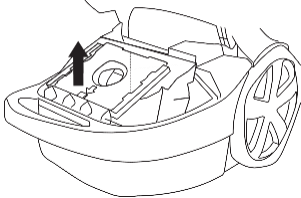
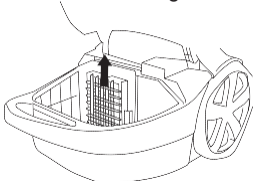

Figura 11 Sustitución de la bolsa de recogida de polvo
Figura 12 Quitar el filtro de entrada
3. Abra la tapa del compartimento para la bolsa levantando la palanca. Saque la bolsa, véase la figura 11. Tire del soporte del filtro de entrada que se encuentra detrás de la bolsa para sacarlo, véase la figura 12.